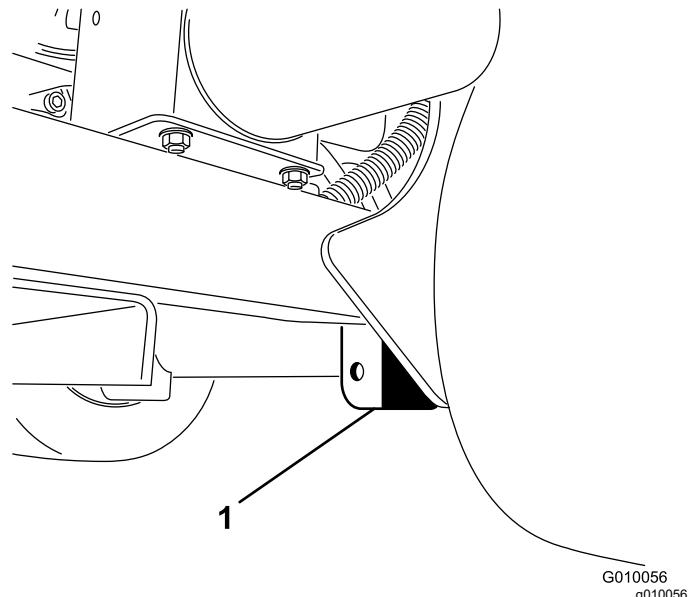

Figura 38
- Coloque el gato firmemente debajo de la placa del bastidor, justo por dentro de la rueda trasera (Figura 38).